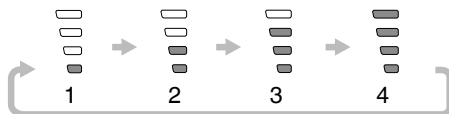

Fig. 22
- (1) Interruptor selector del modo Alto/Bajo (Fig. 22)